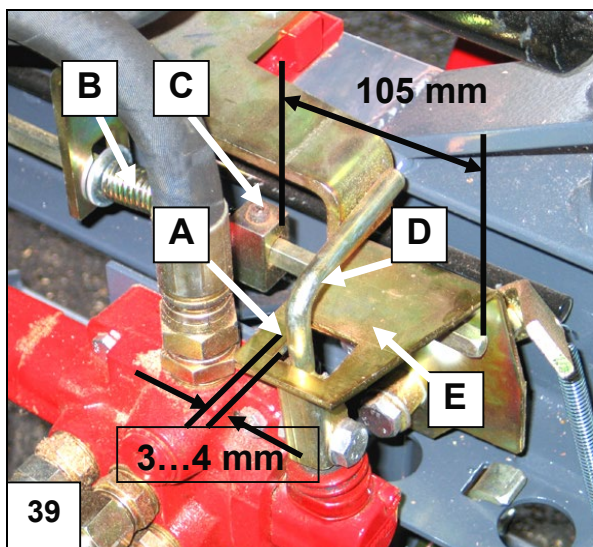

Bild 39. Ventilens grundinställningar 1/2
- Under årens lopp gör utlösningsspak D, bild 39, ett cirka 2–3 mm djupt hack i framkanten på den fyrkantiga öppningen i styrspak E.
- Om till exempel utlösingsfjäder B, bild 39, ska bytas i maskinen, måste justerdel C sättas på samma ställe där den var.
2. Vrid styrspek E så att det uppstår ett mellanrum om cirka 3–4 mm mellan framkanten på den fyrkantiga öppningen och utlösningsspak D, bild 39.